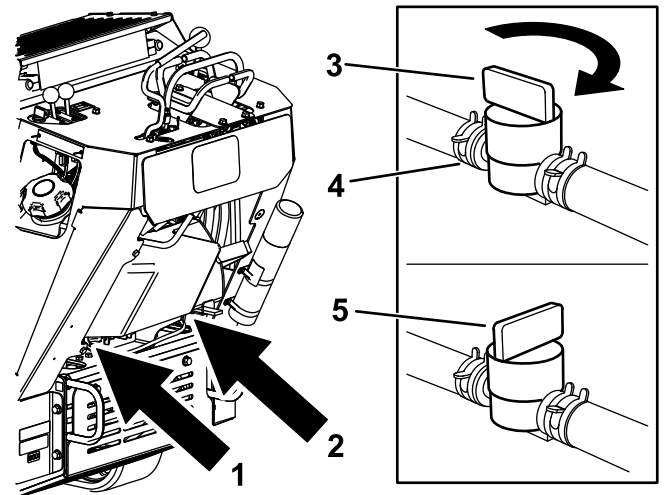

Figure 47
3. Tournez le robinet d'arrivée de carburant en position fermée (Figure 47).
4. Pincez les extrémités du collier de flexible du côté moteur du robinet et poussez-le vers le haut de la conduite d'alimentation, dans la direction opposée au robinet (Figure 47).
5. Débranchez la conduite d'alimentation du robinet (Figure 47).
3. Tournez le robinet de vidange en position fermée (Figure 47).
5. Tournez le robinet d'arrivée de carburant en position ouverte (Figure 47).